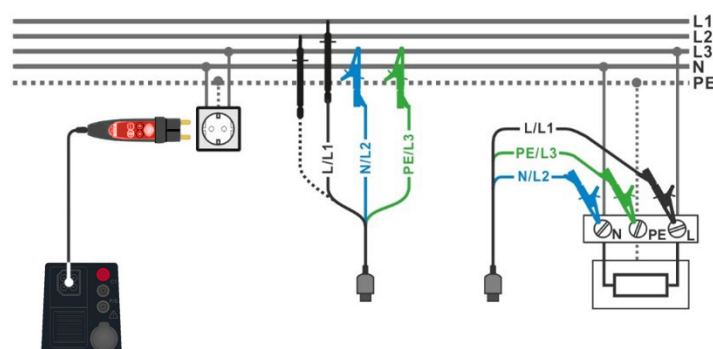

Abbildung 7.79: AUTO TN-Messung
- › Schließen Sie die 3-Leiter-Prüfleitung oder den Commander-Prüfstecker am Prüfobjekt an, siehe **Abbildung 7.79**.